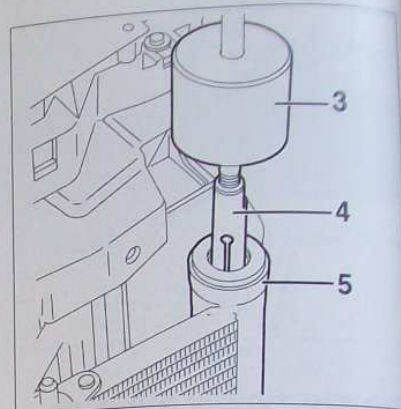

FIG. 16
- la cartouche filtrante avec les outils 1671-TA (3) muni de l'embout 1671-TD (4) (Fig.16).
- Obturer l'orifice (5).